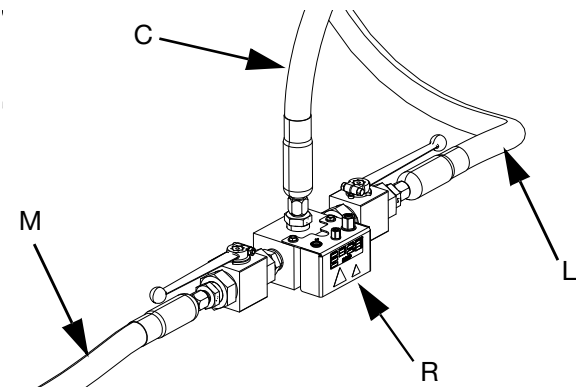

FIG. 23
- c. Collegare il tubo tandem 1 (L) e il tubo tandem 2 (M) dal sistema di alimentazione al blocco tandem (R). Vedere FIG. 23.
- d. Collegare il tubo di alimentazione 1 (C) al blocco tandem (R). Vedere FIG. 23.